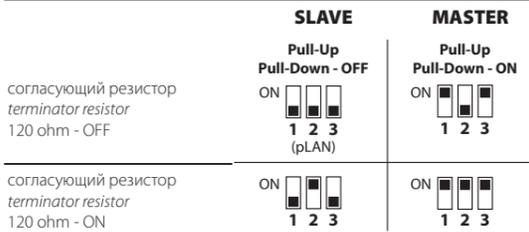

Fig.3
Последовательные порты COM1 (2), COM2	RS485 до 115,2 кбит/сек Съемный винтовой разъем, шаг 3,81 мм Экранированная витая пара AWG 20-22 для ± Lmax = 500м - момент 0,25Нм (2,2 фунт-сила-дюйм) Режим ведущий/ведомый настраивается микропереключателем (рис.3)
COM1 (2), COM2 Serial ports	RS485 max 115,2 Kb/s Removable screw connector 3,81mm pitch Shielded twisted pair cable AWG 20-22 for ± Lmax = 500m - tightening torque 0.25Nm (2.2lbf x in) Master/Slave set via dipswitch (Fig.3)